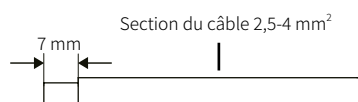

Fig. 22. Dénudage de l'extrémité du câble.
- b. Dénuder 7 mm de la gaine isolante du câble CC comme illustré sur la Fig. 22 :